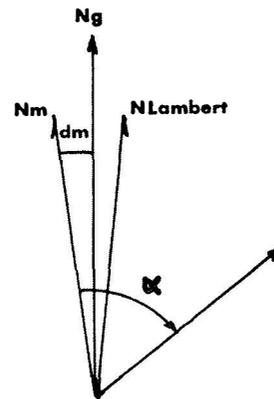

Figure 7
$$\alpha = Ng + dm \text{ (fig 7)}$$
-- les coordonnées Lambert du point de départ afin de calculer les coordonnées Lambert de tous les autres points de visée avec les valeurs de  $\alpha$  corrigées de l'angle  $Nm-NLambert$  (fig 7) soit en introduisant directement dans le programme les valeurs Lambert du point de départ (réinitialisation) soit en ajoutant les coordonnées  $X$ ,  $Y$  et  $Z$  d'un point de visée qui nous intéresse aux coordonnées Lambert de départ. Si  $X$ ,  $Y$  et  $Z$  sont calculées par rapport au  $Nm$ , pour obtenir les valeurs Lambert d'un point de visée, connaissant celles du point de départ, il suffit d'effectuer une rotation d'un angle  $Nm-NLambert$  suivant les formules définies dans le chapitre 3.